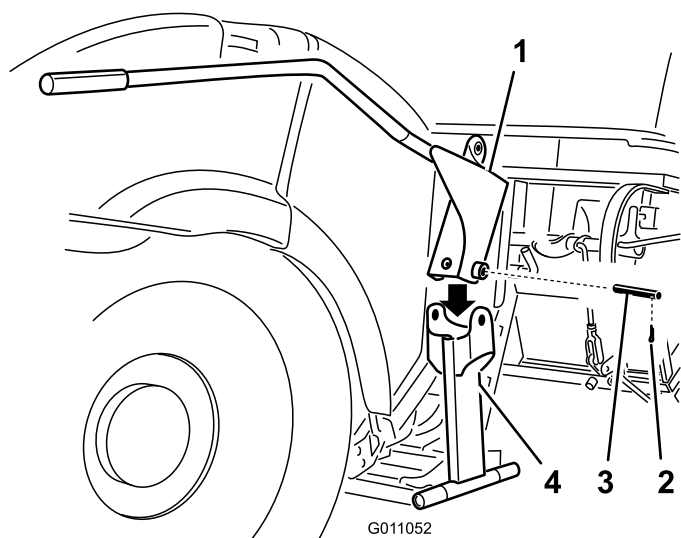

Bild 10
1. Setzen Sie den Griff auf die Griffbefestigung (Bild 10).
2. Befestigen Sie den Griff mit einem Stift und einem Spannstift (Bild 10).